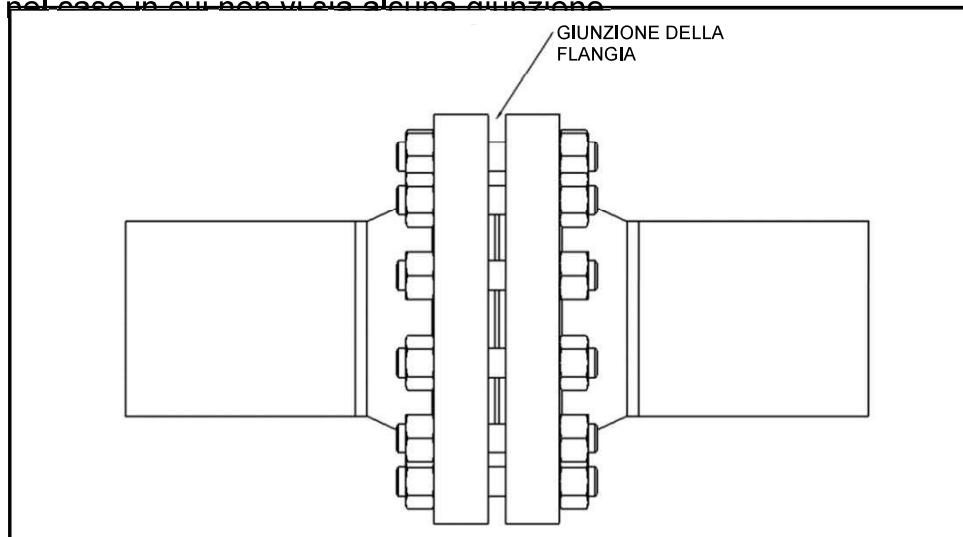

Figura 1
- La Flange+Repair Ring **NON è adatta** per flange isolanti. La Flange+Repair Ring **funzionerà solo** per flange a faccia piatta con l'aggiunta degli Inject-a-Bolts. Per ulteriori informazioni su questo prodotto, contattare PLIDCO. Assicurarsi che vi sia almeno un'intercapedine di 1/16 di pollice (1,5 mm) tra le flange (come mostrato nella Figura 1). Questo garantirà che il sigillante iniettato possa raggiungere i prigionieri. Si prega di contattare PLIDCO per le opzioni disponibili ~~per le pose in cui non vi sia alcuna giunzione~~.